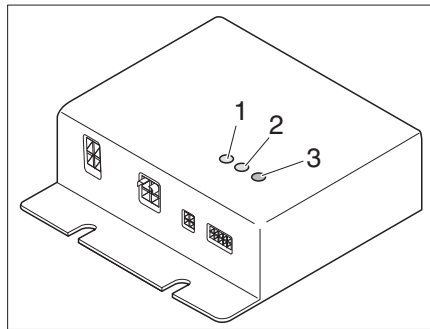

Fig. 332 Aparato regulador
El aparato regulador (Fig. 332) está montado en el armario ropero. Las luces de control del aparato regulador tienen el siguiente significado:
- El LED de control (Fig. 332,1) CC1 se enciende verde: El circuito de calefacción 1 está en funcionamiento
- El LED de control (Fig. 332,2) CC2 se enciende verde: El circuito de calefacción 2 está en funcionamiento
- LED de error (Fig. 332,3)